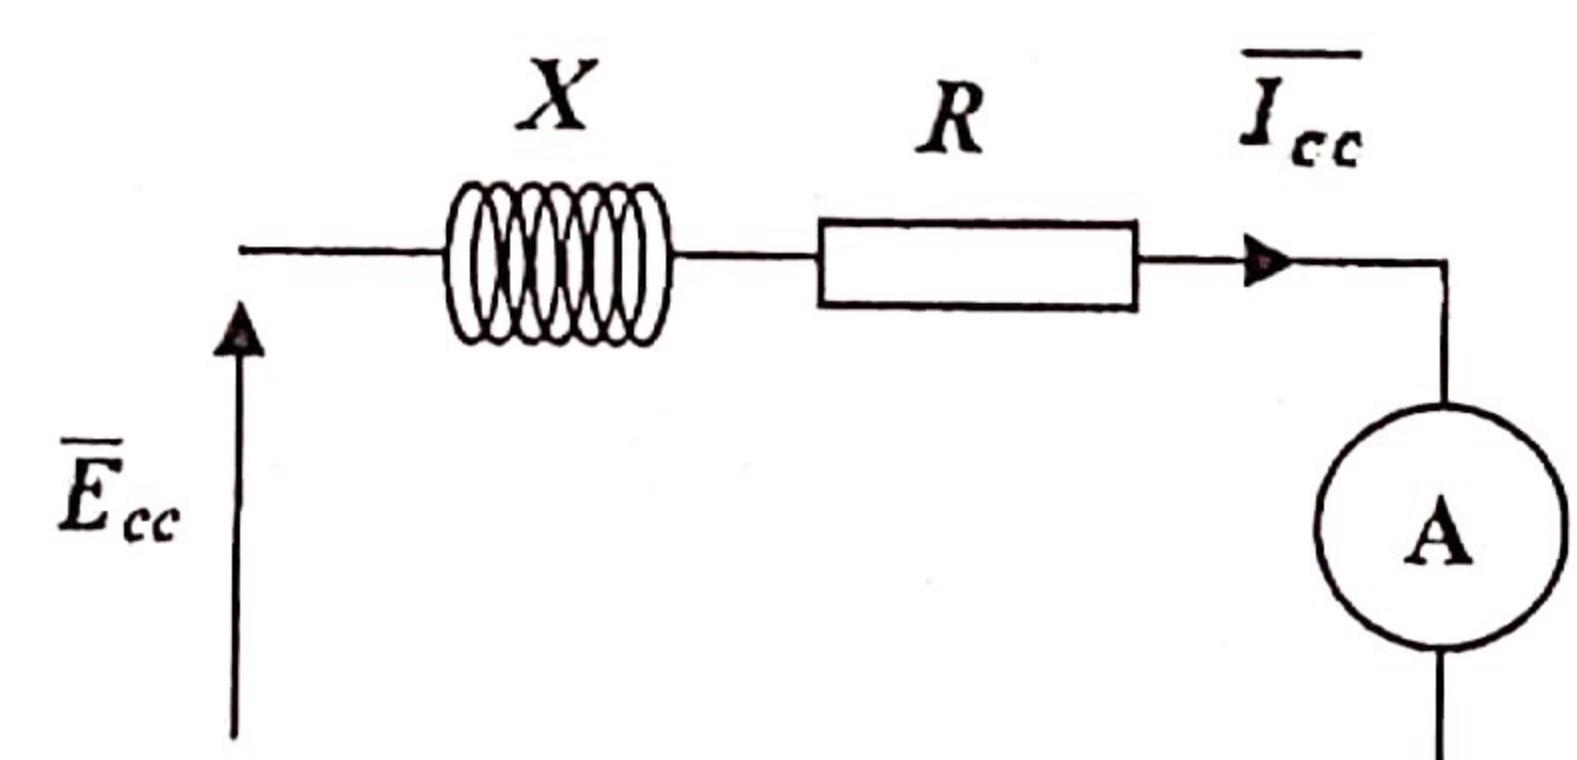

Figure. 5 : Schéma monophasé (essai en CC)
- ✓ *Relevé de la caractéristique en court-circuit* : Les trois enroulements du stator sont couplés en étoile. Le modèle équivalent d'un enroulement de l'alternateur est le suivant : figure. 5 ;